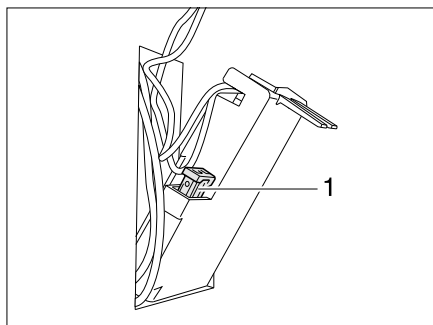

Fig. 309 Fusible des toilettes Thetford
- Changer le fusible (Fig. 309,1).